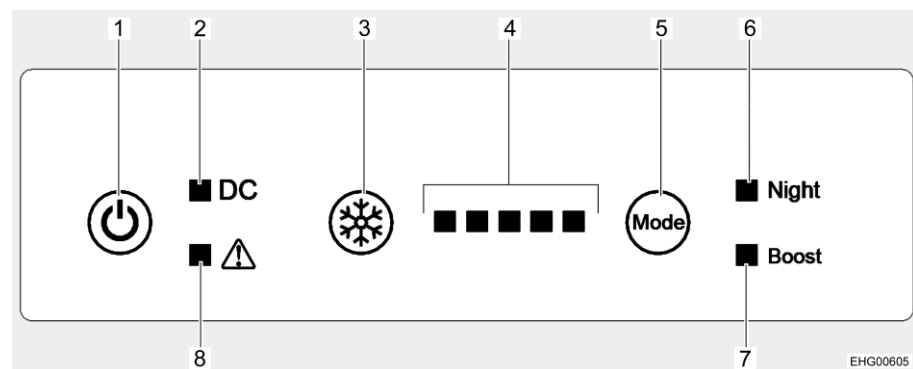

Bild 165 Bedienelemente (Kühlschrank)
**Einschalten:** ■ Ein-/Aus-Taste (Bild 165,1) drücken. Alle Kontroll-Leuchten leuchten auf (Lichttest) und erlöschen nach ca. 3 Sekunden. Nur die Kontroll-Leuchte Betrieb (Bild 165,2) leuchtet weiter und zeigt an, dass der Kühlschrank arbeitet. Der Kompressor startet nach einer kurzen Verzögerung.
**Ausschalten:** ■ Ein-/Aus-Taste (Bild 165,1) drücken. Die Kontroll-Leuchte Betrieb (Bild 165,2) erlischt.
**Kühlstufe einstellen:** ■ Taste für Kühlstufe (Bild 165,3) so oft drücken, bis die gewünschte Kühlstufe angezeigt wird. Je mehr Kontroll-Leuchten (Bild 165,4) leuchten, desto höher ist die Kühlleistung (und auch der Energieverbrauch).
- Nachtmodus einschalten:** ■ Taste Betriebsart (Bild 165,5) so oft drücken, bis die Kontroll-Leuchte Nachtmodus (Bild 165,6) leuchtet. Der Kühlschrank arbeitet jetzt im Nachtmodus.
- Nachtmodus ausschalten:** ■ Taste Betriebsart (Bild 165,5) so oft drücken, bis die Kontroll-Leuchte Nachtmodus (Bild 165,6) erlischt. Der Kühlschrank arbeitet wieder im Normalbetrieb.
- Boostmodus einschalten:** ■ Taste Betriebsart (Bild 165,5) so oft drücken, bis die Kontroll-Leuchte Boostmodus (Bild 165,7) leuchtet. Der Kühlschrank arbeitet jetzt im Boostmodus.
- Boostmodus ausschalten:** ■ Taste Betriebsart (Bild 165,5) so oft drücken, bis die Kontroll-Leuchte Boostmodus (Bild 165,7) erlischt. Der Kühlschrank arbeitet wieder im Normalbetrieb.